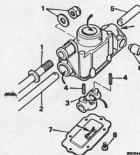

Abb. P.11
13. Folgende Teile und Flächen (Pfeile) beim Zusammenbau mit 14g Druckmasse Laminol "O"-Fett bestreichen, siehe Abb. P.11: